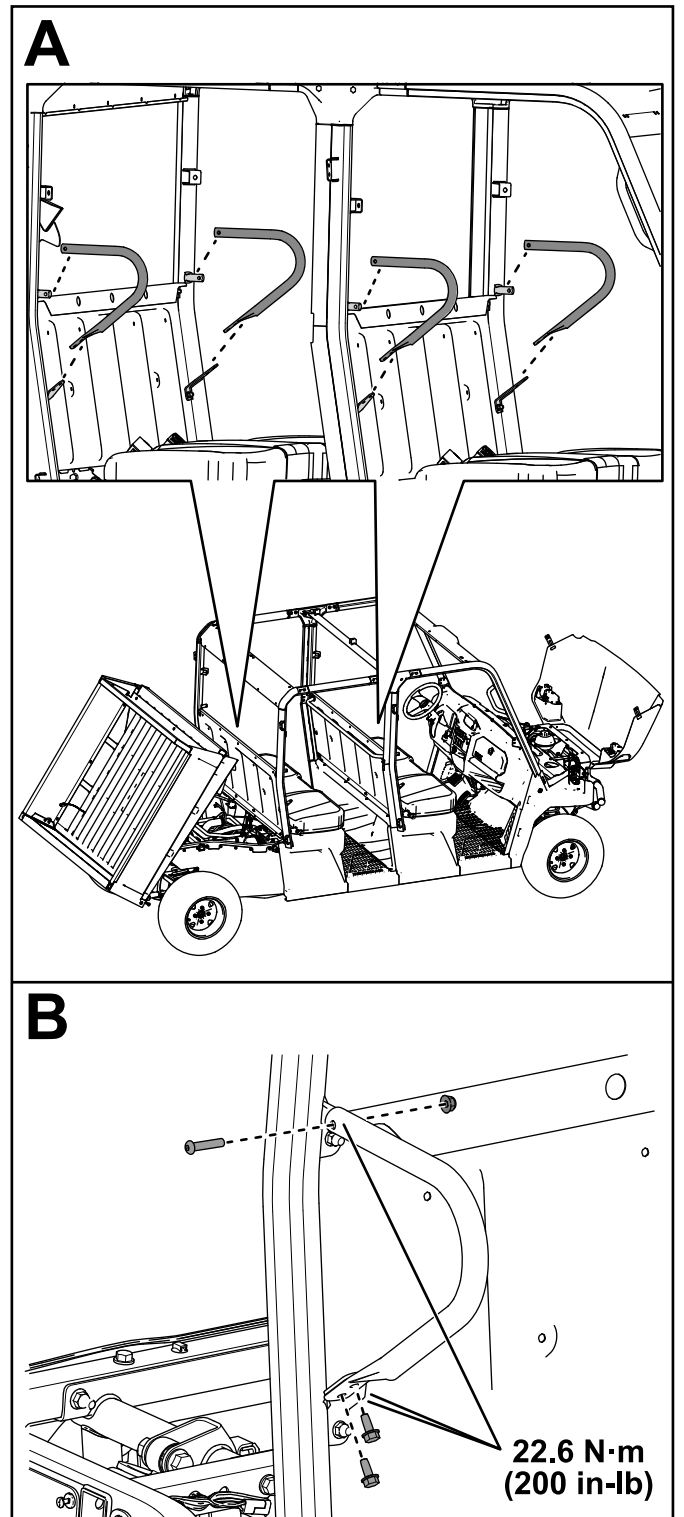

Figure 59
26. Fixez les 4 retenues d'épaules sur les barres arrières et les barres centrales de l'arceau de sécurité à l'aide de 8 vis autotaraudeuses (5/16 x 3/4 po), 4 boulons à tête ronde (5/16 x 1 1/2 po) et 4 contre-écrous (5/16 po), comme montré à la Figure 59.
Serrez les contre-écrous (5/16 po) à 22,6 N·m (200 po-lb), comme indiqué à la Figure 59.